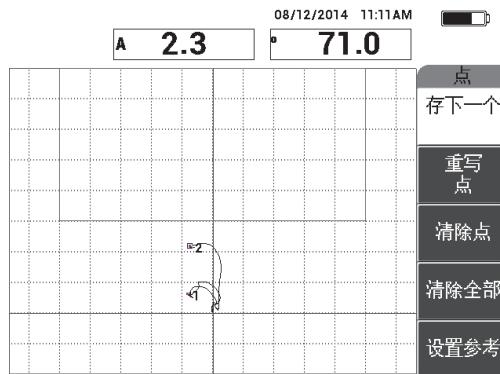

图6-41 记录的第二个点
7. 慢慢地在第二个脱粘缺陷上滑动探头，然后按存下一个（A键），记录第二个点（参见第141页的图6-41）。